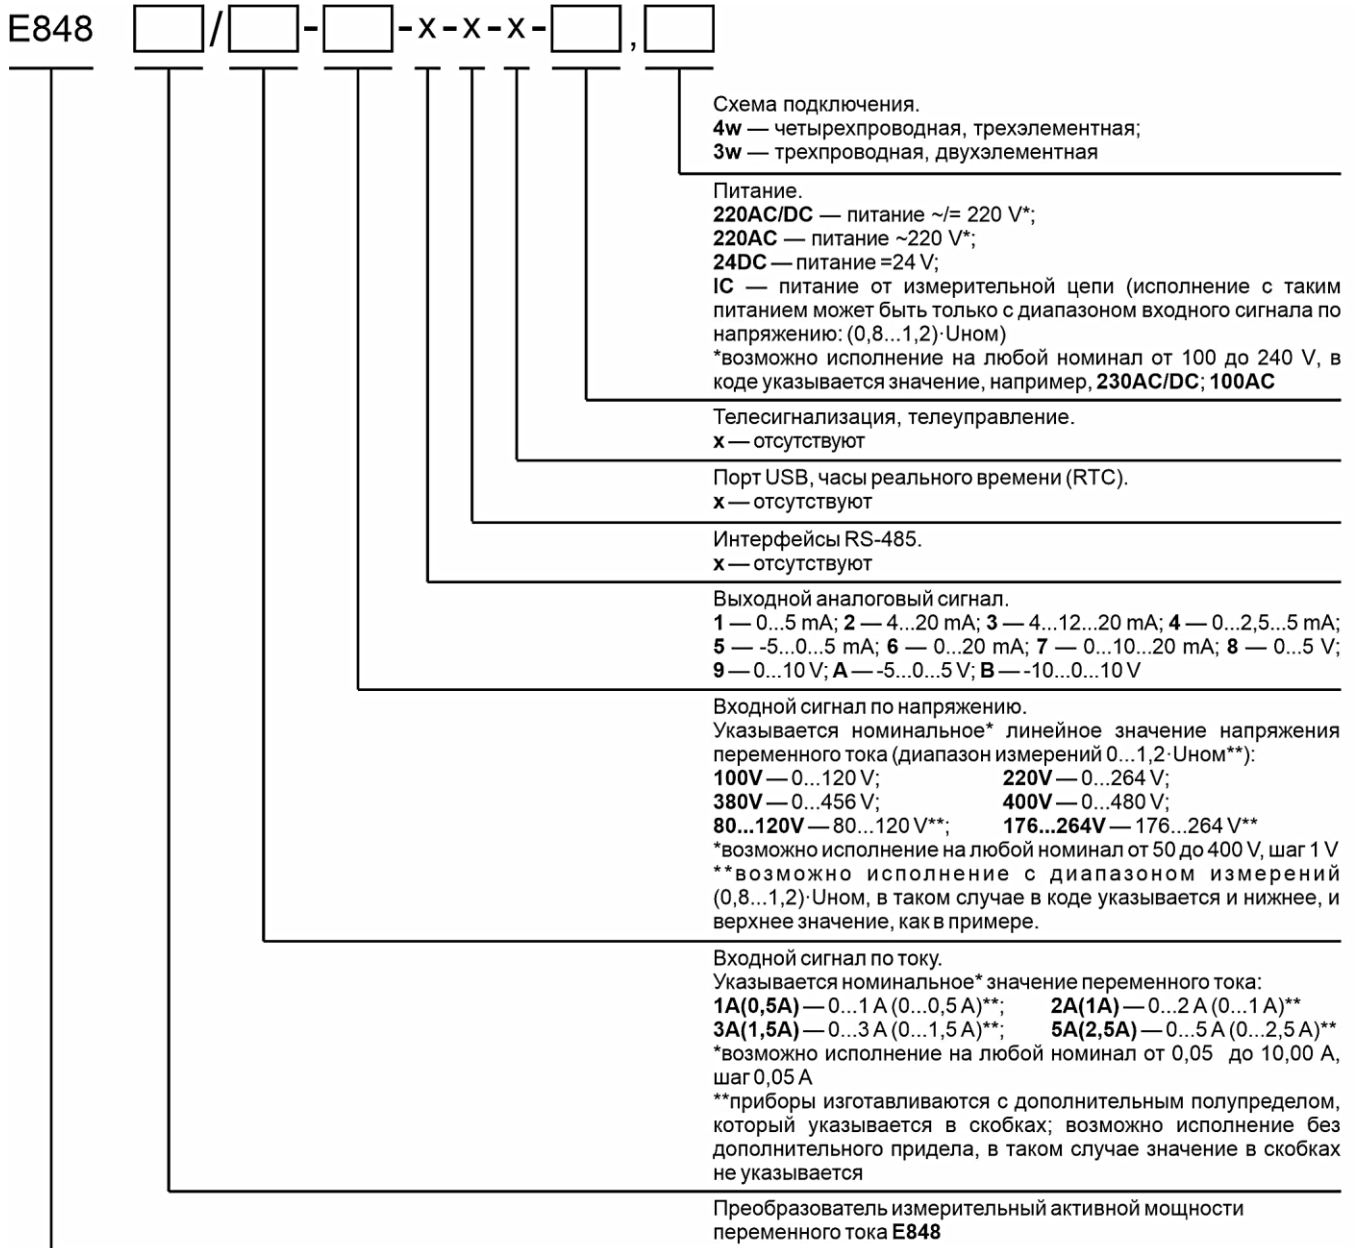

Рисунок 1 – Схема условного обозначения ИП
2.1 Основные технические данные ИП Е848 в соответствии с кодом условного обозначения (рис. 1).